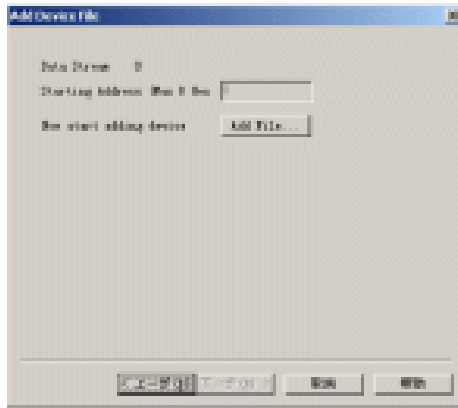

图7-16 【Add Device File】对话框
5. 【File Generation Summary】对话框中列出了选择的 PROM 的种类、型号、PROM 文件的格式和文件名等信息，确认无误后，单击 **下一步(N) >** 按钮，出现【Add Device File】对话框，如图 7-16 所示。